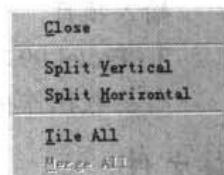

图 1-11 视图选项卡弹出菜单
- (1) 将光标移动到准备关闭的文档标签上，按下鼠标右键，弹出如图 1-11 所示的快捷菜单。
- (2) 执行 Close 命令。系统将关闭当前活动的文件或文件夹，同时其选项卡也消失。